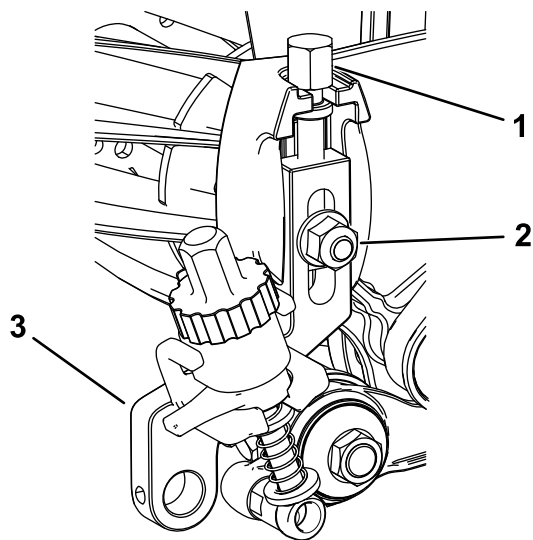

Figure 21
- Vissez les vis de réglage de hauteur de coupe retirées précédemment au sommet des ensembles de hauteur de coupe (Figure 21).
2. Montez les ensembles de hauteur de coupe sur les plaques latérales de l'unité de coupe à l'aide du boulon de charrue, de l'écrou et de la rondelle spéciale retirés précédemment (Figure 21).